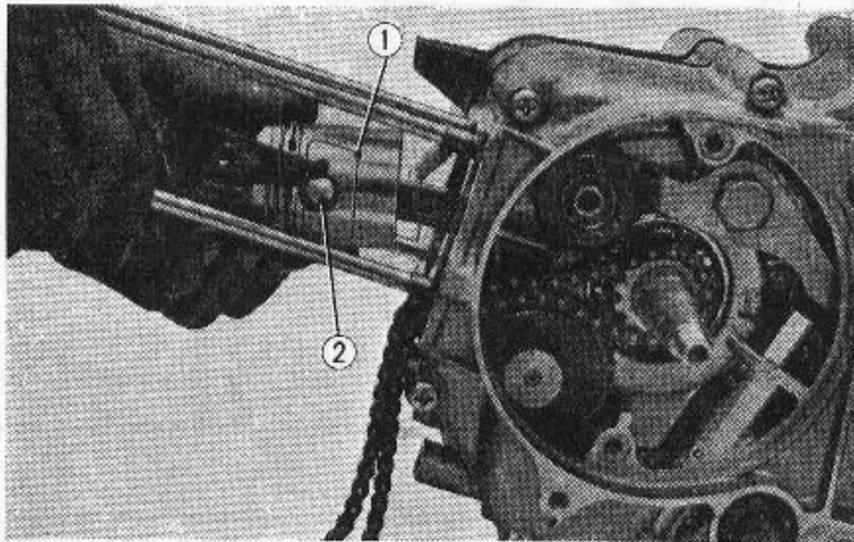

Abb. 3.44 Kolbenbolzensicherungsring entfernen
- ① Kolben
- ② Zylinder
- (1) Kolbenbolzensicherungsring entfernen und Kolbenbolzen herausdrücken. (Abb. 3.44)